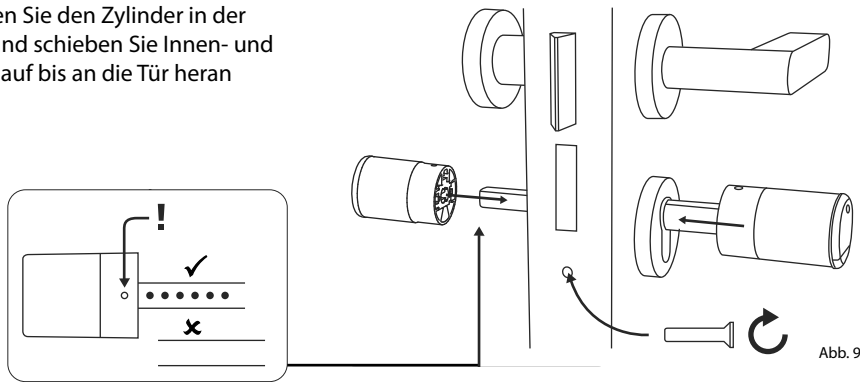

Abb. 9
- < 43 mm = ①
- 44 - 53 mm = ②
- 54 - 59 mm = ③
- ⑥ Schrauben Sie den Zylinder in der Tür fest und schieben Sie Innen- und Außenknäuf bis an die Tür heran (Abb. 9).